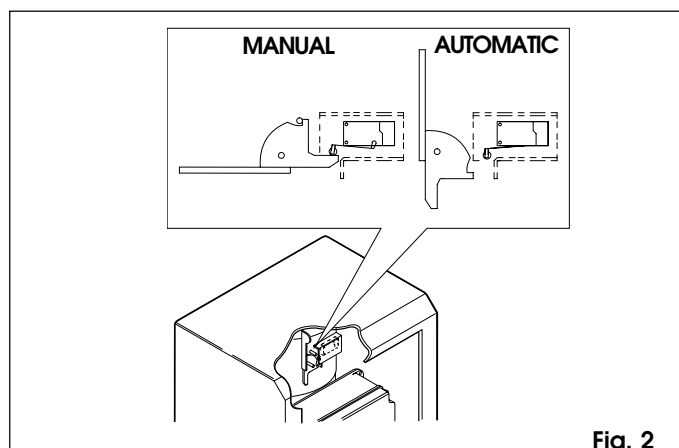

Fig. 2
- Colocar de nuevo la leva de la fig.2 hasta el tope mecánico.